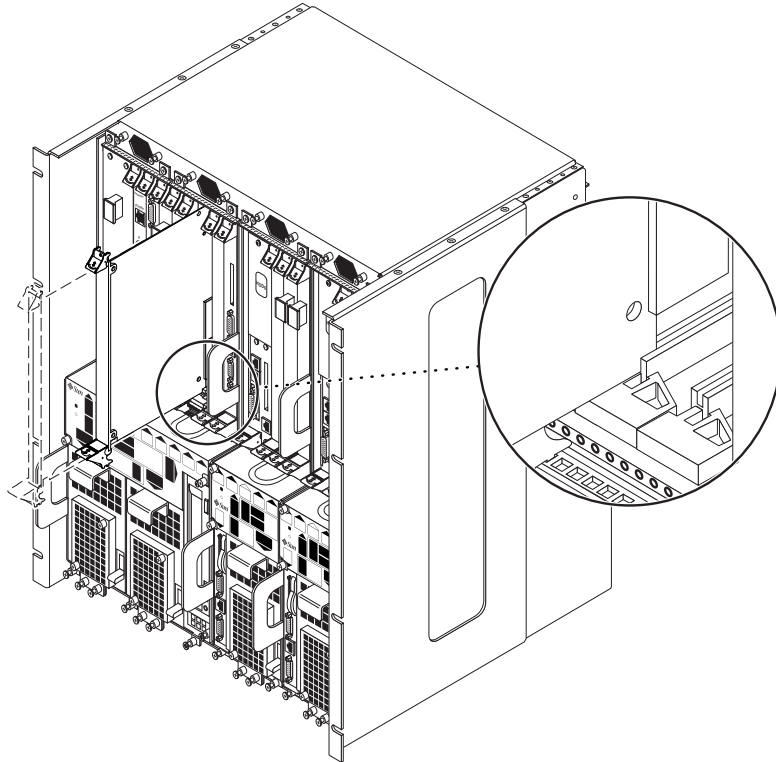

ABBILDUNG 4-6 Die Karte an den Aussparungen des Kartengehäuses ausrichten
9. Gehen Sie zur Vorderseite des Systems, halten Sie die Karte senkrecht, und schieben Sie sie zwischen den beiden Führungen in den Steckplatz hinein (ABBILDUNG 4-6).